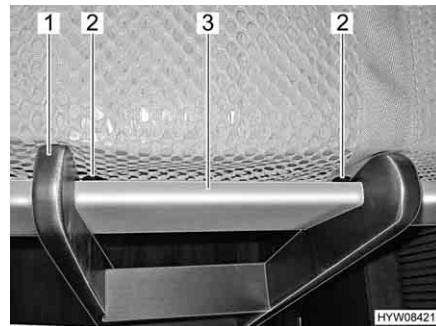

Fig. 83 Scaletta di accesso (agganciata)
- Agganciare la scaletta di accesso (Fig. 83,1) con le due staffe nella barra di presa (Fig. 83,3) al letto basculante. Durante l'agganciamento fare attenzione che i longheroni della scala vengano posizionati attraverso i due dispositivi di fissaggio (Fig. 83,2). Questo serve a impedire che la scaletta di accesso scivoli di lato.
- Staccare la scaletta di accesso (Fig. 83,1) dalla barra di presa (Fig. 83,3) nel letto basculante.